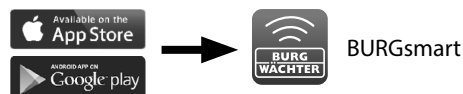

Fig. 1
- 1 Para poder configurar su nuevo sistema de cierre, en primer lugar deberá descargar la aplicación **BURGsmart**. La encontrará en la iOS App Store y en la Google Play Store (Fig. 1).